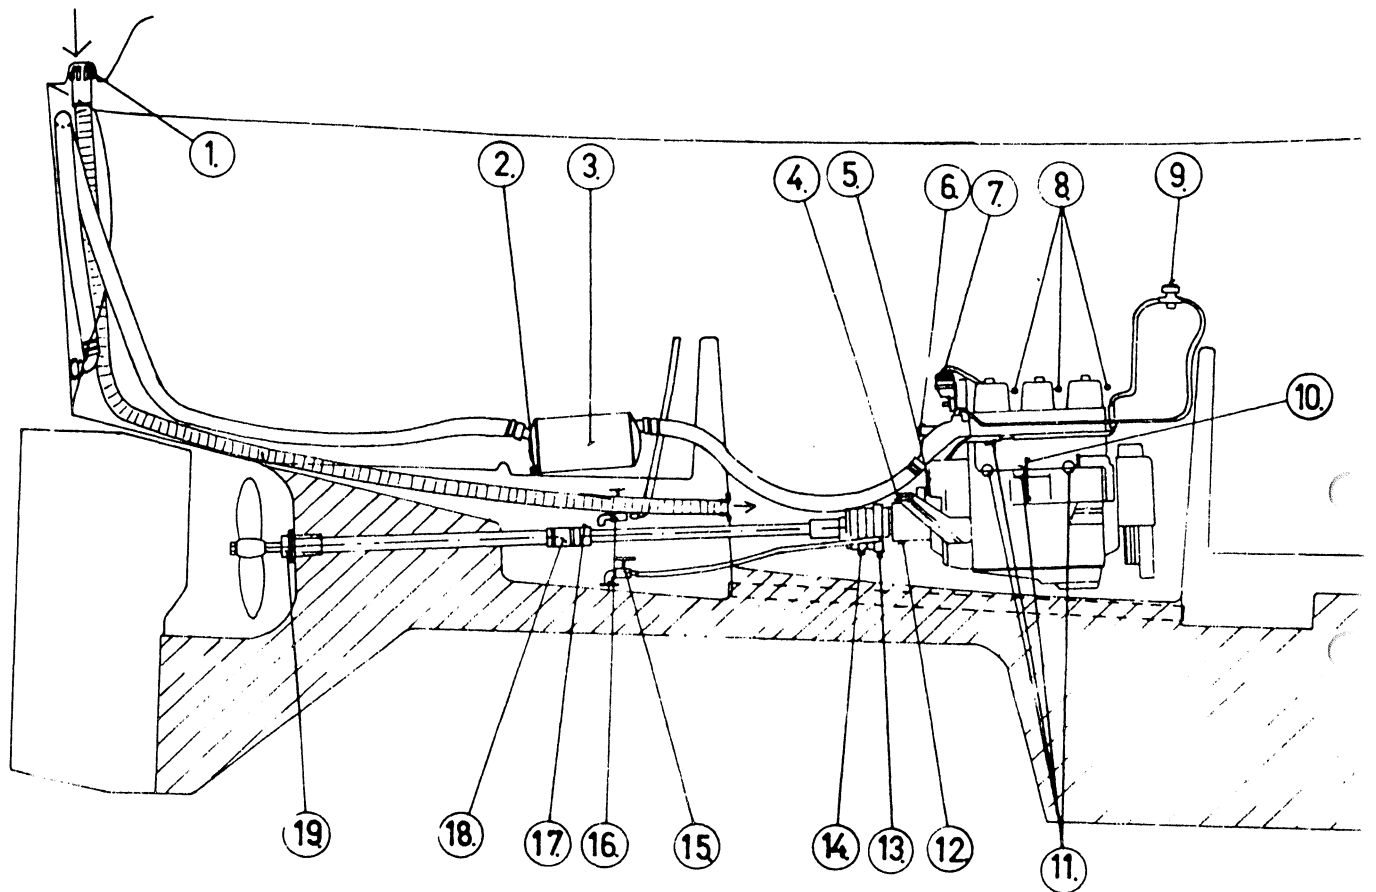

Fig 7
- 8 Skruva bort proppen på propelleraxelns inre stävlager (fig 7) och kontrollera att den är nästan fylld med fett. Fyll på fett om det behövs. Lämpligt är ett mjukt vattenfast fett t ex Shell Retinax A i tub. Fettet pressas ur tuben in i hålet tills fettfickan är så gott som fylld. Använd ej för högt tryck. Tryckspruta får ej användas. I så fall föreligger risk att trycka ut packboxens tätningssringar. Om fickan är alltför fylld kan även nedskruvning av proppen medföra risk för att tätningssringen trycks ut.